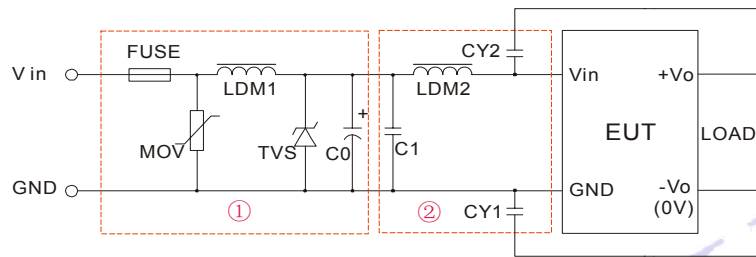

图 1
注: 图 1 中第①部分用于 EMS 测试; 第②部分用于 EMI 滤波, 可依据需求选择。
EMI 测试效果图 (推荐电路见图 1-②)